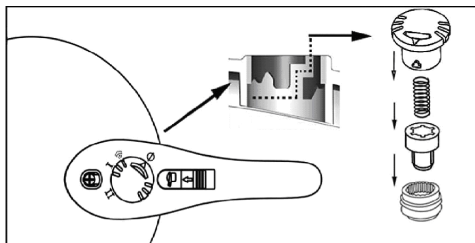

Fig.13
Специальный демонтаж осуществляется следующим образом: (рис. 13)
- переключите рабочий клапан в положение « Φ », извлеките его, разберите детали в порядке, показанном на рис. 13, затем очистите их;
Клапан рабочего давления: извлеките клапан давления вручную и очистите его (см. Рис.13)